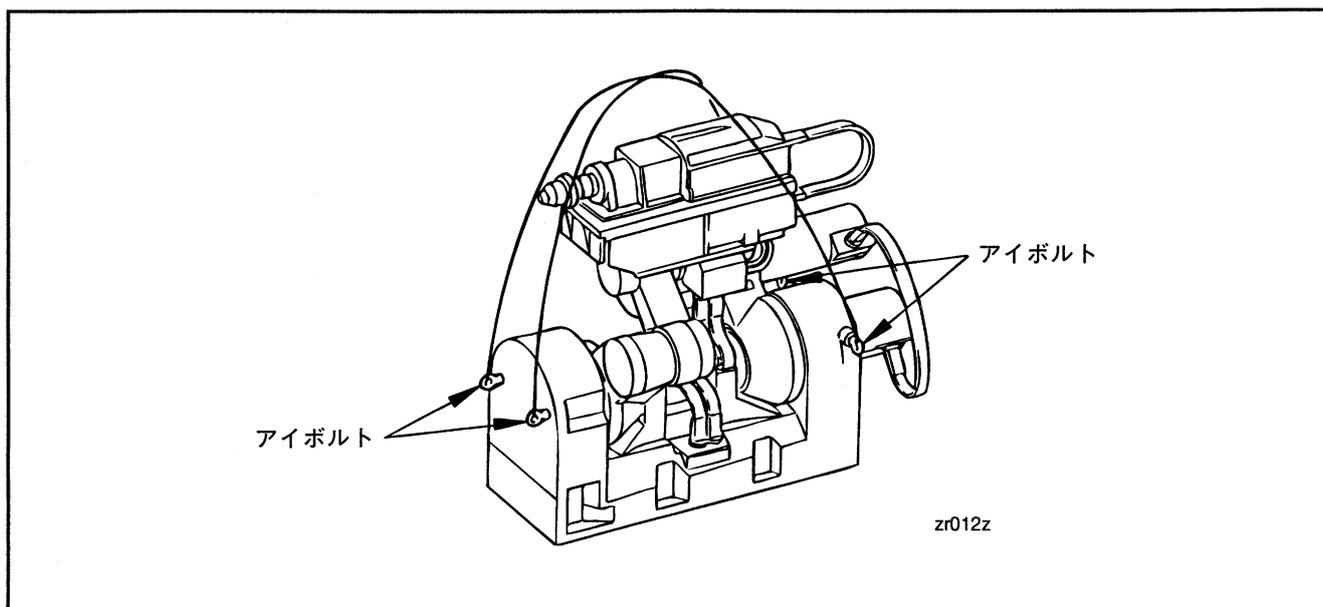

図5-55B ワイヤのかけ方
- ①モータケーブルおよびエンコーダケーブル、エア配管はロボット本体からはずしてください。
- ②図5-55BのようにZ, T軸ユニットが本体の上部にくる姿勢にしてください。
- ③ワイヤを使用し、図5-55Bに示すアイボルト4ヶ所に固定してください。